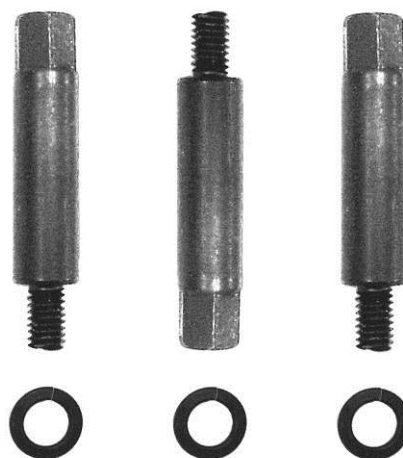
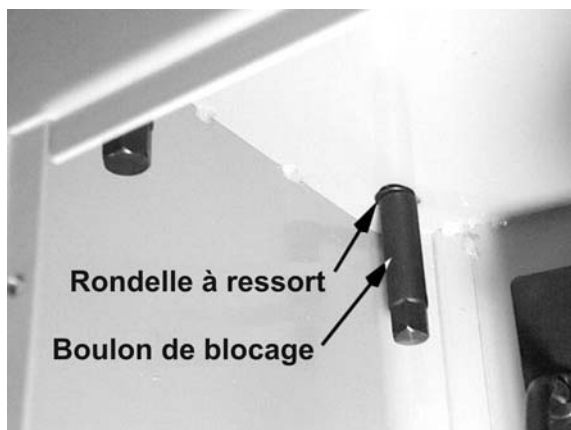

Figure 3
Figure 4
2. Utilisez trois boulons de verrouillage et des rondelles de ressort (Figure 3) pour fixer fermement la dégauchisseuse au support. Les boulons sont enfilés travers les orifices du support dans la base de la dégauchisseuse (Figure 4).